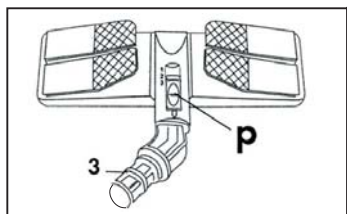

Fig. 14
- inserir o cotovelo (3) na escova triangular (4) ou na escova multiuso (2) como na Fig. 14